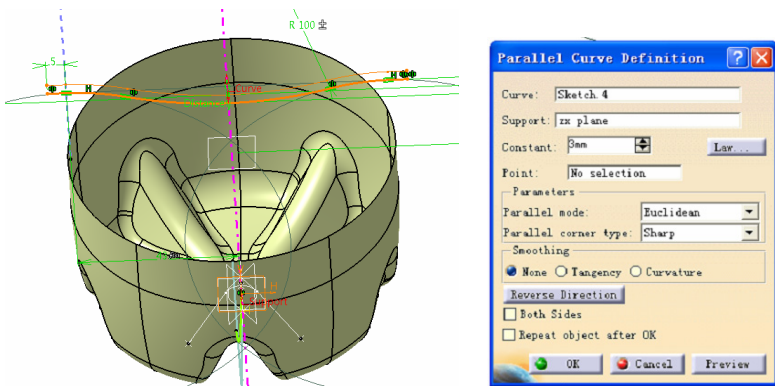

图 4-437
① 单击 Parallel Curve (平行线) 图标, 在弹出的如图 4-437 所示对话框中的 Curve 文本框中输入 Sketch.4, 在 Support 文本框中输入 zx plane, 在 Constant 数值框中输入 3 mm, 单击 OK 按钮完成 Parallel.1 的创建。